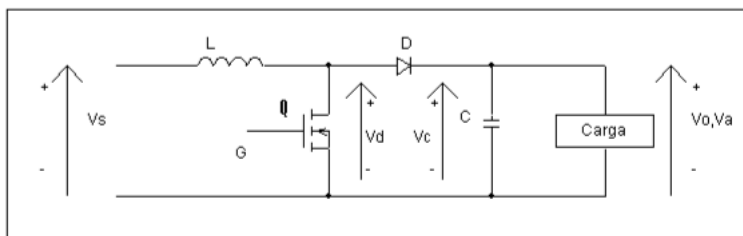

Fig. 2.1 Diagrama del circuito elevador
El Convertidor Matricial (CM) es un convertidor CA-CA trifasico (3-3) que consiste en un arreglo de interruptores bi-direccionales que conectan una carga trifasica directamente a la linea de alimentacion trifasica. El elemento clave en el CM es el control de los interruptores bi-direccionales que operan a alta frecuencia. Estos son controlados de tal manera que el CM puede suministrar a la carga un voltaje de amplitud y frecuencia variables. Los interruptores estn dispuestos de tal manera que cualquiera de las lineas de salida puede ser conectada a cualquiera de las lineas de entrada. La Fig.1.1 muestra el CM trifasico, con nueve interruptores bi-direccionales. La Fig.1.2 muestra el voltaje de salida  $v_u$  y la corriente de entrada  $i_a$  tipicos en un CM mostrado en Fig. 2.1.